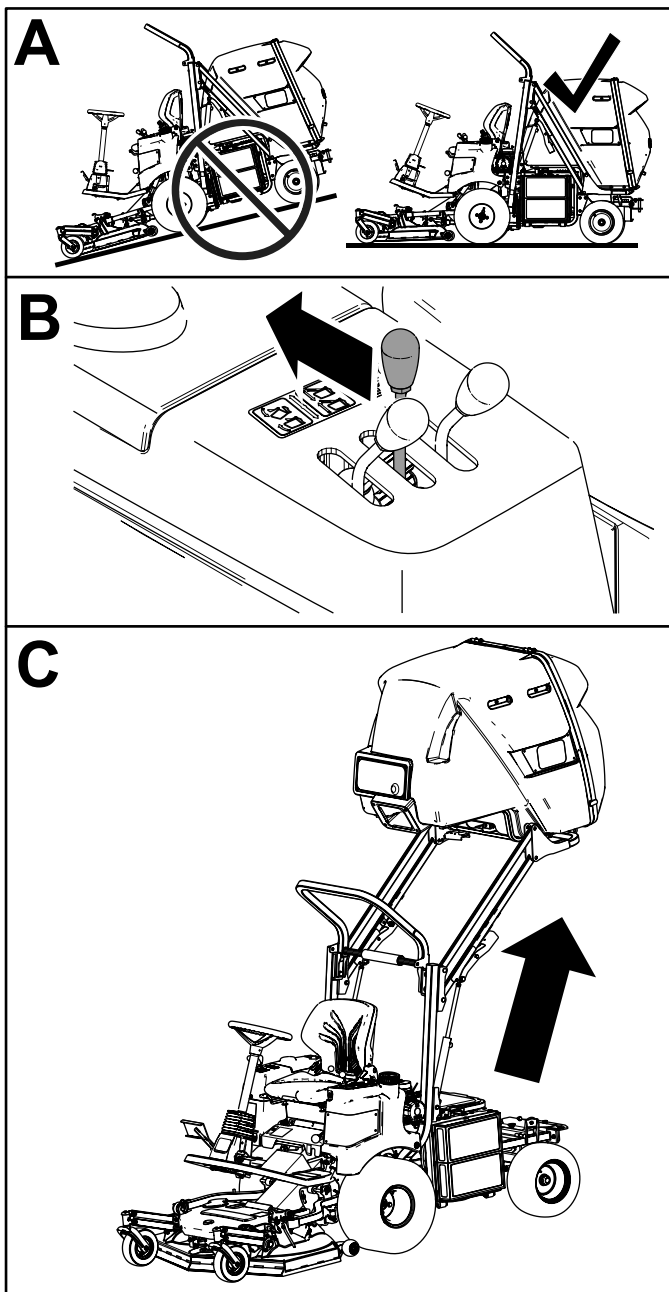

図 23
2. ホッパー昇降レバーを引くとホッパーが上昇します 図 23。